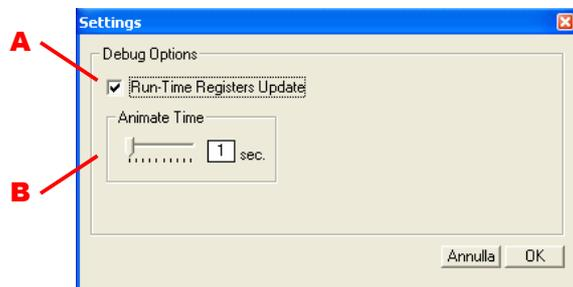

Fig. 6.8
Nella finestra "Settings" (Fig.6.8), accessibile dal menu "Settings -> Debug" è possibile impostare le opzioni per la modalità Debug:
- "Run-Time Register Update" (Fig.6.8-A) – Se attivato, in condizione di Run il software aggiorna automaticamente la tabella dei registri (1 lettura al secondo)
- "Animate Time" (Fig.6.8-B) – Imposta il tempo di avanzamento tra uno step ed il successivo per la modalità "Animate".